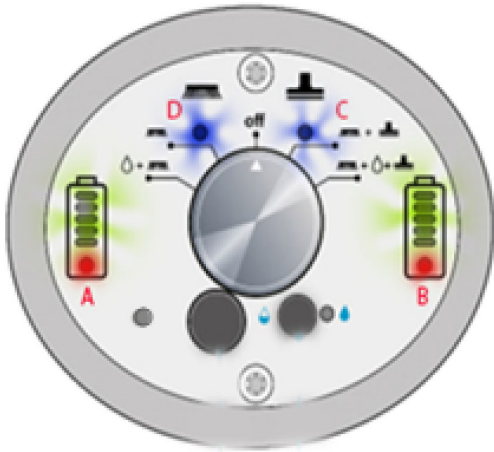

Figure 20B
11. Pour garer pour une courte durée, la machine i-mop® a une minuterie intégrée pour gérer et garantir la durabilité des brosses. L'opérateur ne doit pas garer la machine trop longtemps sur ses brosses pour éviter d'endommager les brosses. L'affichage commencera à s'allumer comme indiqué dans la **figure 20B**. Après 9,5 minutes, les voyants indiqués sur A, B, C et D commencent à clignoter.